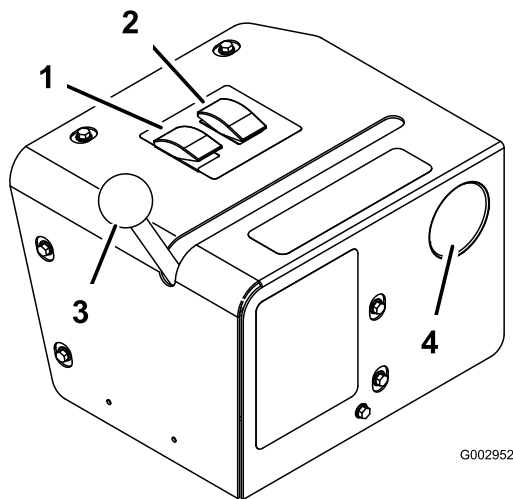

Figure 58
5. Placez le sélecteur de pulvérisation en position manuelle (Figure 58).
- Rapprochez le levier de commande de vanne de la position pulvérisation manuelle (Figure 58).
- Réglez la commande de débit et la manette d'accélérateur pour augmenter ou réduire la pression au manomètre à la valeur voulue (Figure 58).